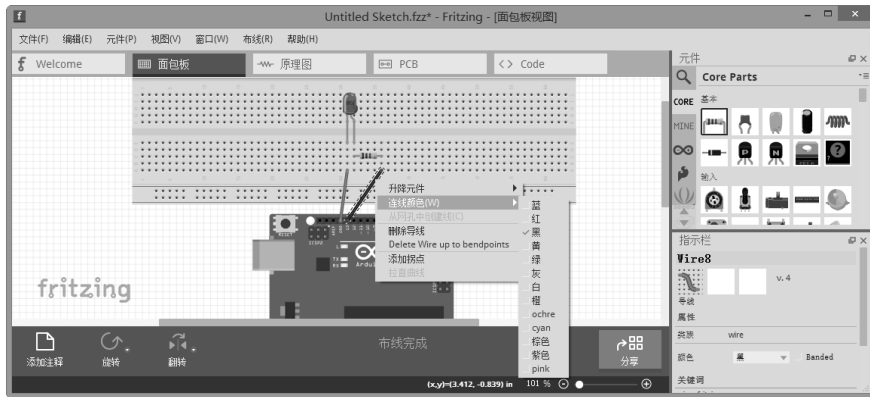

图 1-43 绘制跳线
(6) 在面包板工作区中使用鼠标（按下鼠标左键直接连接）直接绘制连接引脚的跳线。如图 1-43 所示，选中跳线单击鼠标右键，在弹出的右键菜单中可以选择不同的颜色设置。